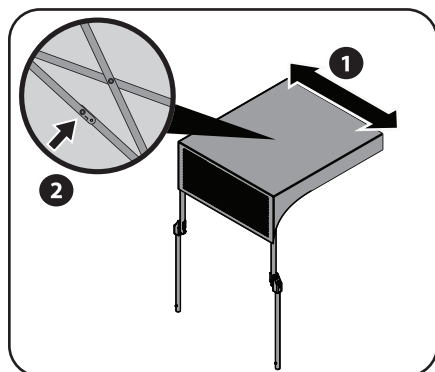

Figure 3-12
2. Tirez le pare-soleil horizontalement pour le développer. Verrouillez le mécanisme sous le pare-soleil comme montré à la Figure 3-12.